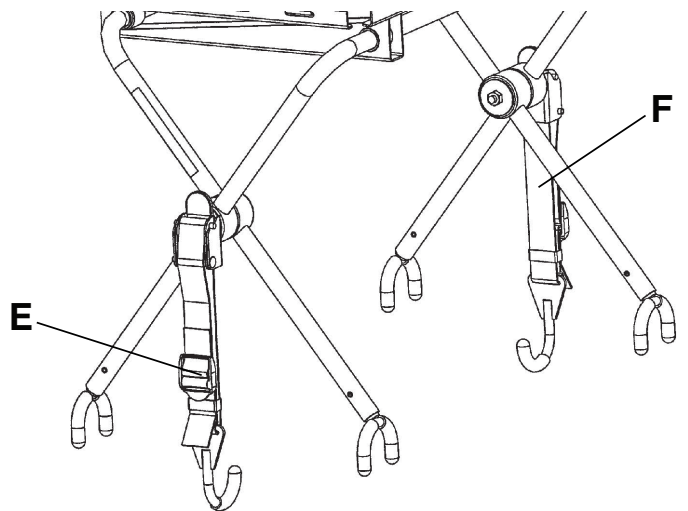

Afbeelding 27 – Plaatsing borghaak (model 6506 weergegeven)
6. Plaats de borghaak (C) onder het matrasdragerframe of de voeteneindebevestiging en druk de lip (D) aan de ene kant omhoog totdat deze vastklikt met een hoorbare klik (Afbeelding 27). Herhaal dit aan de andere kant. Voor met **Power-LOAD** compatibele brancards, indien aanwezig, moet u de bandjes verlengen en bevestigen aan de voeteneindebevestiging (Afbeelding 28).